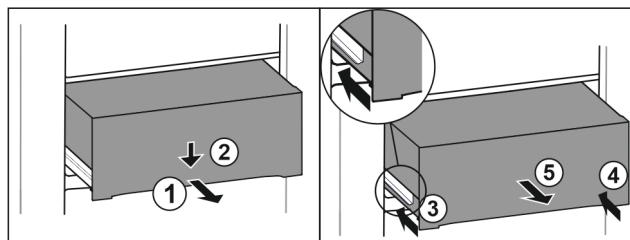

Fig. 105
- ▶ Витягніть ящик на половину. Fig. 105 (1)
- ▶ Спрямуйте висувний ящик вниз спереду. Fig. 105 (2)
- ▶ Вставте ліву рейку приблизно на 2 см. Fig. 105 (3)
- ▶ Вставте праву рейку приблизно на 2 см. Fig. 105 (4)
- ▶ Вийняти висувний ящик рухом вперед. Fig. 105 (5)